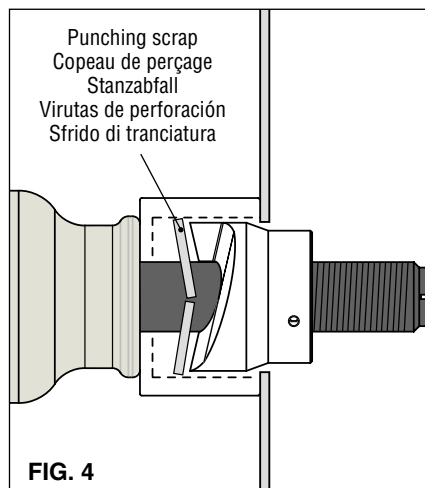

FIG. 4
- Um den Stempel zurückzufahren, drücken Sie kräftig den Druckablaßhebel (201) bis sich der Kolben (40) vollständig zurückgezogen hat.
- Den Stempel vom Zugbolzen abmontieren und den Stanzabfall aus der Matrize entfernen. Überprüfen, dass keine Stanzrückstände innerhalb der Matrize zurückbleiben (siehe Bild 4).
- Premendo a fondo la leva sblocco pressione (201) si otterrà il ritorno del pistone con conseguente arretramento del punzone.
- Smontare il punzone dal tirante ed espellere lo sfrido di tranciatura dalla matrice; verificare che non rimangano residui di tranciatura all'interno della matrice (Rif. a Fig. 4).